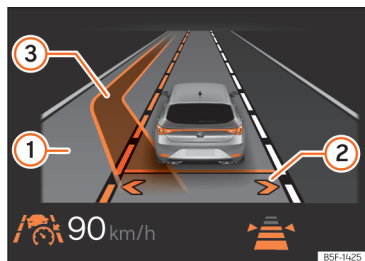

Fig. 146 En la pantalla del cuadro de instrumentos: visualización del cambio de carril asistido (representación esquemática).
De esta forma se activa el cambio de carril asistido. Las flechas de su propio carril en la pantalla del cuadro de instrumentos se muestran en gris »» fig. 146 ②
se muestra en la pantalla del cuadro de instrumentos junto al carril propio del conductor. La flecha del lado del carril correspondiente aparece en blanco »» fig. 146 ②.